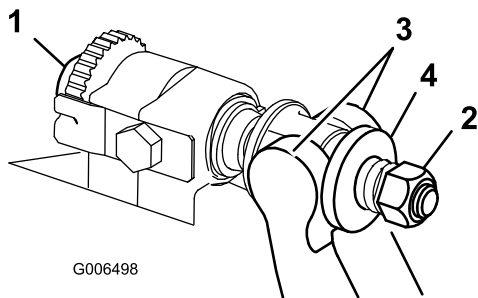

Figura 19
1. Gire el tornillo de ajuste de la barra de asiento, en el sentido contrario a las agujas del reloj, para alejar la contracuchilla del molinete (Figura 19).
2. Afloje la tuerca de tensado del muelle hasta que el muelle deje de presionar la arandela contra la barra de asiento (Figura 19).